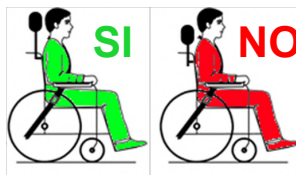

fig. 30
9. Installare un appoggiatesta idoneo per il trasporto e posizionarlo sempre adeguatamente durante il trasporto (fig. 30).